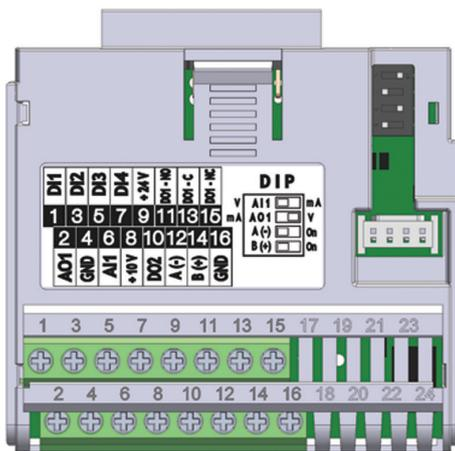

Рисунок 19.1: Подключаемый модуль CFW500-IOS
Подключаемый модуль CFW500-IOS имеет только интерфейс «Последовательный (1)», подключенный к порту RS-485 через контакты 12 (A-) и 14 (B+), см. Рисунок 19.1 на странице 19-1.